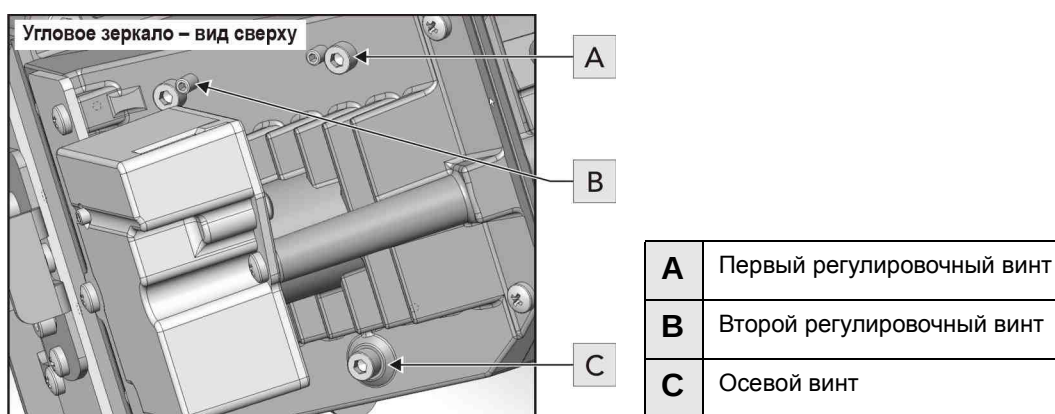

Рис. 2-20 Регулировка положения углового
1. Ослабьте два стопорных винта с помощью шестигранника на 1,5 мм (**Рис. 2-20/В**).
2. Для регулировки поверните осевой винт на $90 - 180^\circ$ с помощью шестигранника на 2,5 мм (**Рис. 2-20/С**).
3. Отрегулируйте положение углового зеркала с помощью двух регулировочных винтов под шестигранник на 2,5 мм (**Рис. 2-20/А**).